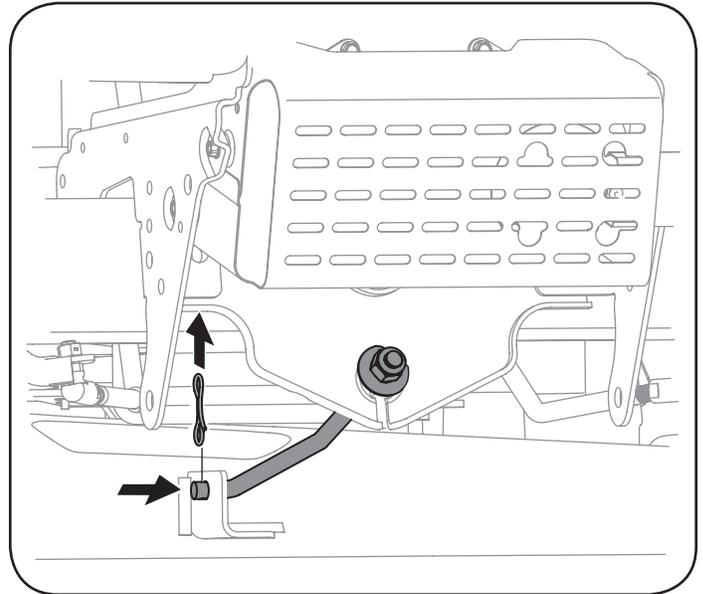

Figure 26
6. Retire el pasador de la pajarita, asegure la varilla de estabilizador de la plataforma a la cubierta. Deslice el tirador de la cubierta del soporte en la cubierta como se muestra en la Figure 26.